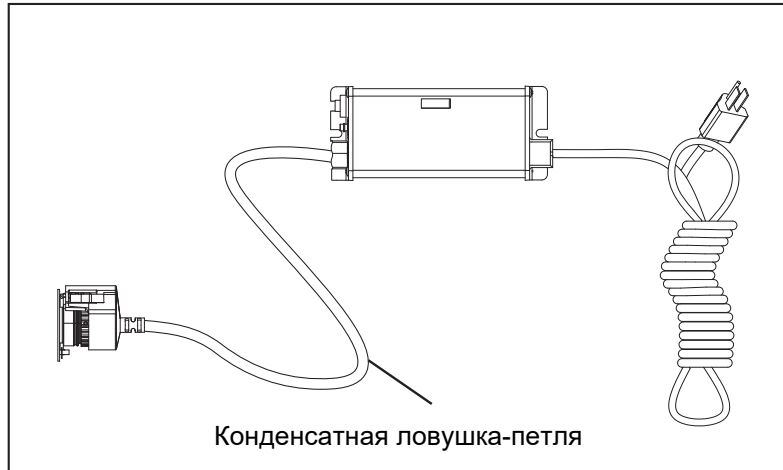

Рисунок 5 Конденсатная ловушка-петля
- Контроллер устанавливается над камерой или рядом с ней. Всегда устанавливайте контроллер горизонтально, чтобы предотвратить стекание влаги по проводам и потенциальную опасность возгорания. Настоятельно рекомендуется создавать конденсатные ловушки-петли на всех кабелях, подключенных к контроллеру. См. Рисунок 5.